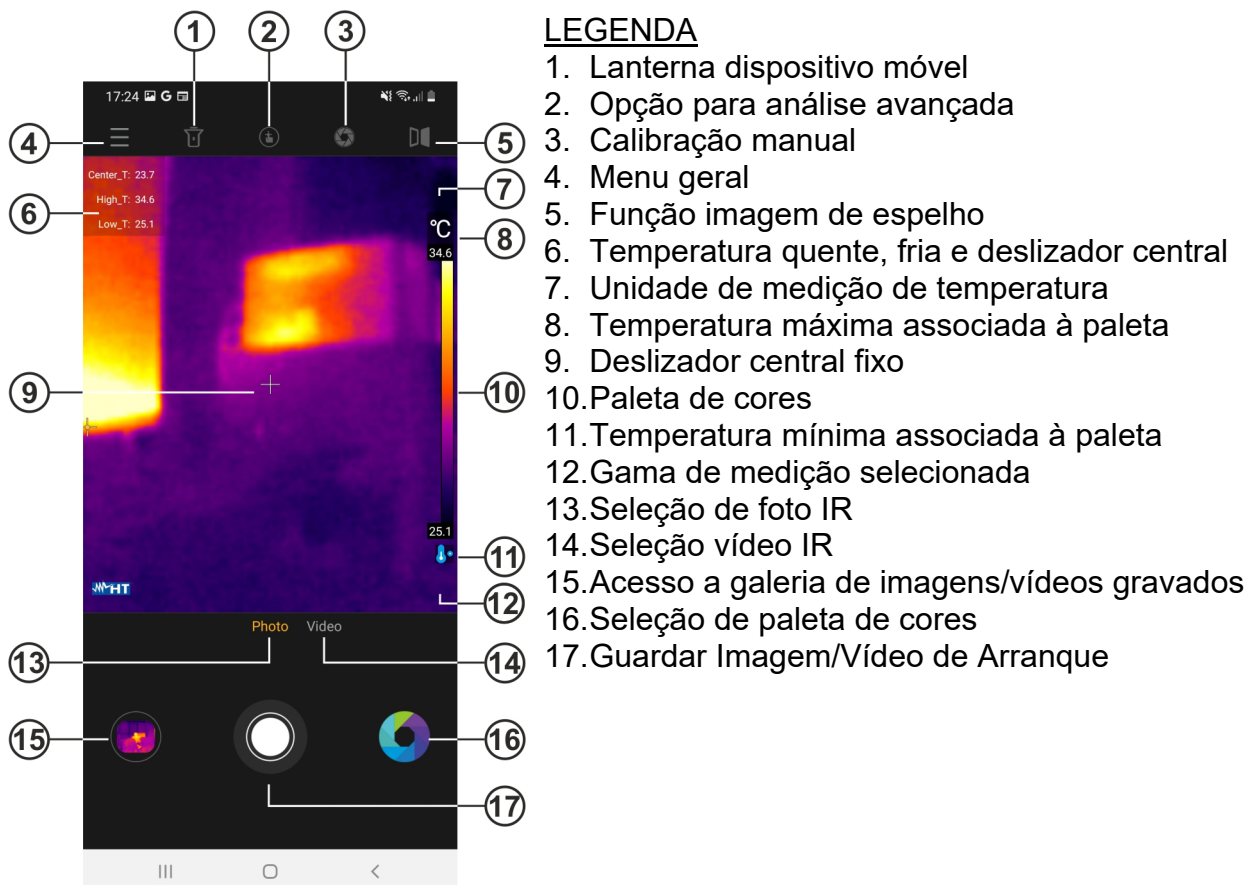
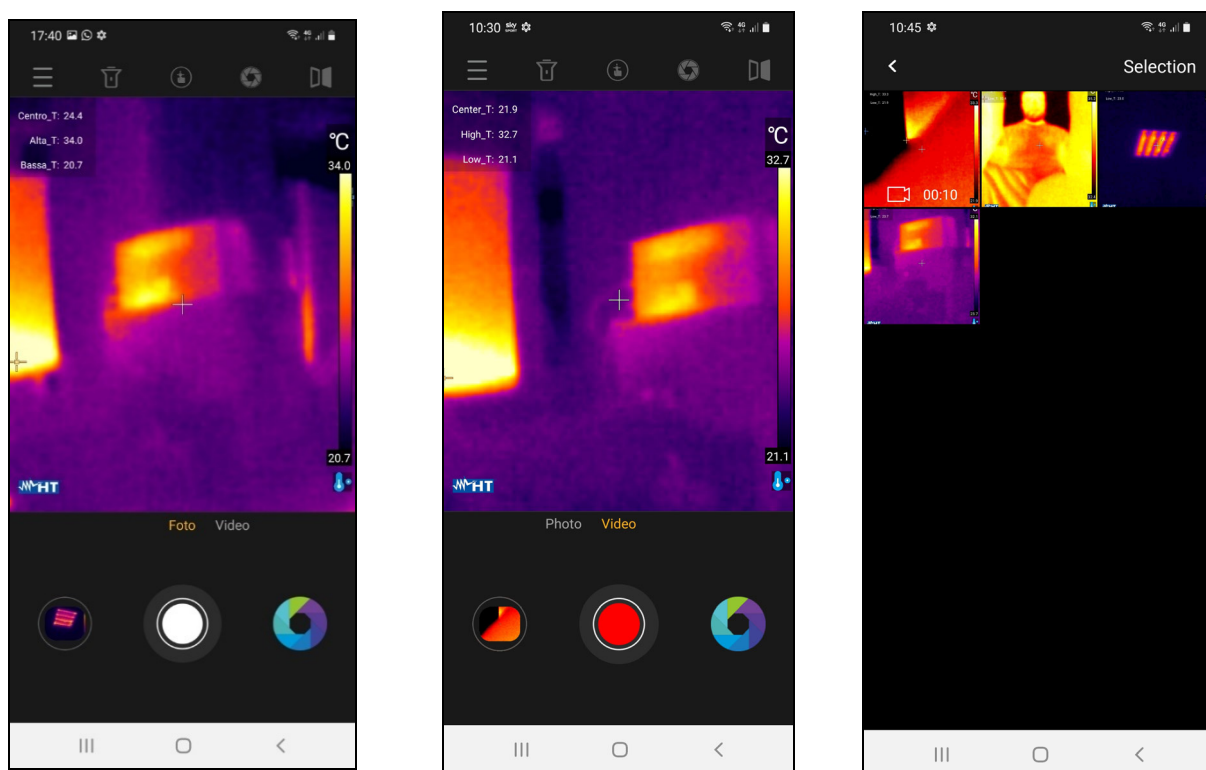

Fig. 3: Visualização ecrã principal
Fig. 9: Gravação de imagens e vídeos
A aplicação permite guardar imagens (instantâneos) em formato JPG e vídeos IR em formato MP4 que podem ser recuperados na Galeria (ver Fig. 3 - parte 15).
1. Clique no ícone branco central (ver Fig. 3 - parte 17) para guardar a imagem no visor. A mensagem " Saved photo " é exibida por um momento e a fotografia correspondente é mostrada no ícone inferior esquerdo (ver Fig. 3 - parte 15), como mostra a Fig. 9 - parte esquerda.
2. Clique na opção "Vídeo" (ver Fig. 3 - parte 14) para realizar vídeo IR e toque no ícone quadrado vermelho central (ver Fig. 9 - parte do meio) para terminar e guardar o vídeo IR. A mensagem "Saved video " é exibida.
4. Clique no ícone no canto inferior esquerdo (ver Fig. 3 - parte 15 para aceder à Galeria de imagens e vídeos guardados (ver Fig. 9 - parte direita).